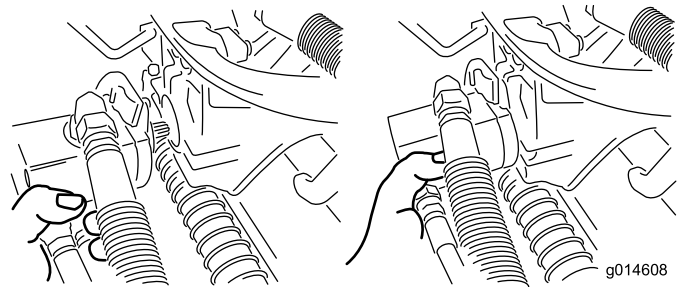

図 55
3. 外したモータは、サスペンションアームの前方にある一時保管位置にセットしておく(図 55)。